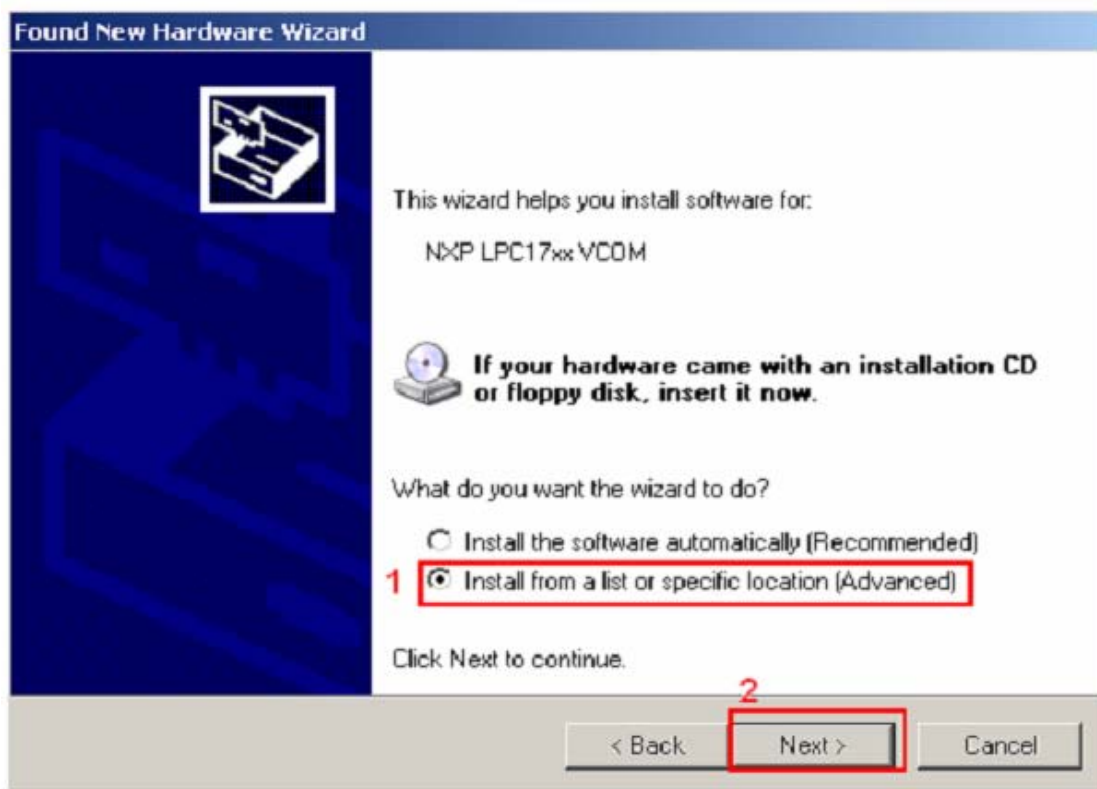

Рис. 5.2.3.2 Установка драйвера.
2. В следующем окне выберите «установить из списка или указанной локации (расширенный)». (Рис. 5.2.3.2).